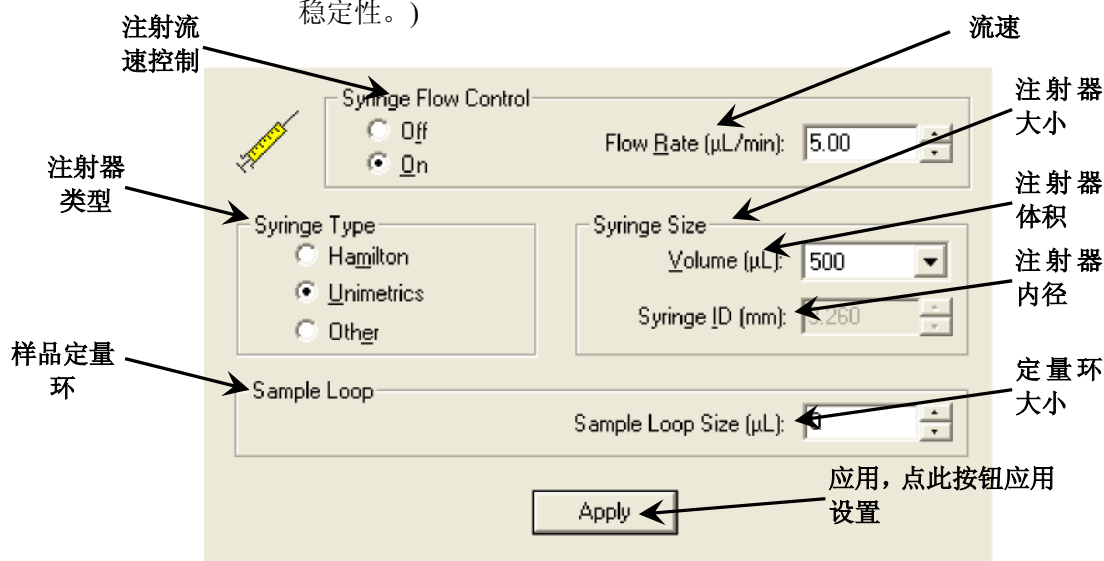

图3-5. 注射泵和定量环视图
- 选择**Setup (设置)> Syringe Pump & Sample Loop (注射泵和定量环)**在工作区域右上角显示注射泵和进样定量环视图。见图3-5。